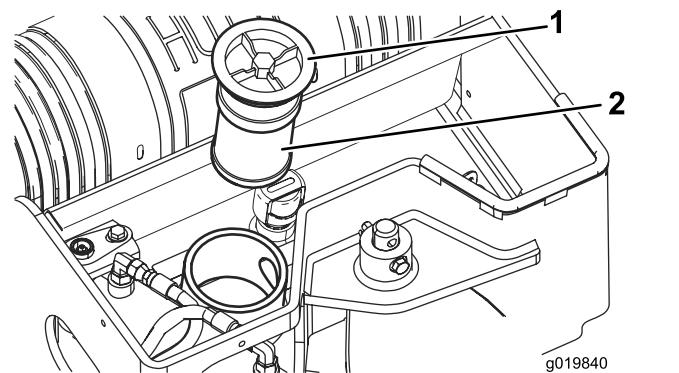

Bild 61
4. Entfernen und entsorgen Sie alten Filter (Bild 61).
5. Setzen Sie den Ersatzhydraulikfilter und den Fülldeckel (Bild 61) ein und ziehen Sie die Schraube oben mit 21-25 N·m an.
5. Entfernen Sie den Fülldeckel des Hydraulikbehälters und den Filter (Bild 61).
10. Setzen Sie den Hydraulikfilter und den Fülldeckel (Bild 61) ein und ziehen Sie die Schraube oben mit 21-25 N·m an.